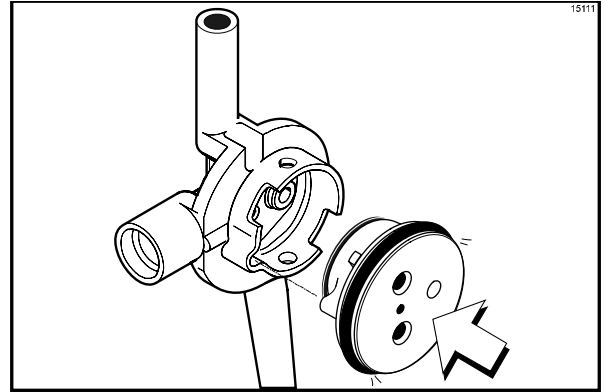

Figure 149
7. Insérer le bouchon de la vanne dans l'orifice de l'adaptateur d'admission de mélange (Cf. Figure 149).